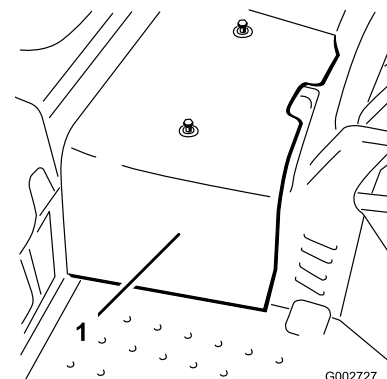

Figura 42
2. Afloje los 2 tornillos que fijan la cubierta central a la máquina y retire la cubierta (Figura 42).